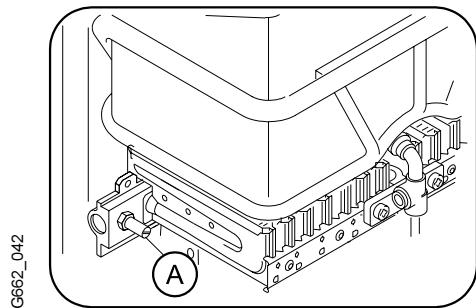

Fig. 5
- Regolare il massimo del gas con un metodo adeguato, vedere dati tecnici (punto 1.7): in linea di massima si può utilizzare il metodo della pressione al bruciatore, come indicato in fig. 5, 6 e 7, oppure quello della pressione agli ugelli. In entrambi i casi è necessario un manometro con scala tarata in mbar oppure in mm (H₂O).
- Allentare la vite della presa di pressione (A) del bruciatore (fig. 5) e collegare il tubo flessibile del manometro.